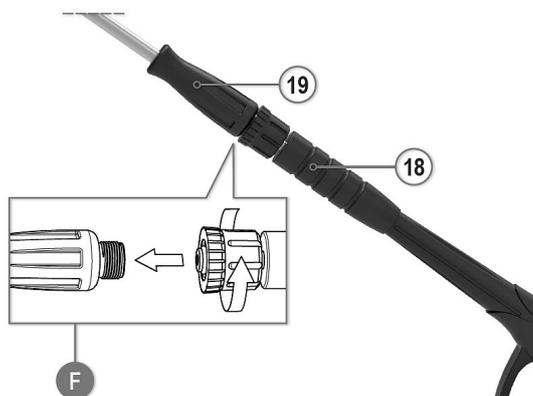

Abb. 14: Vorbereitung für den Betrieb Teil 4
Schritt 11: Bringen Sie den Geräteschalter (1) auf die Position "0" und schließen Sie das Strahlrohr (19, Abb.14) an die Handspritzpistole (18, Abb.14) an; ziehen sie Sie bis zum Anschlag fest. Bedienablauf F von Abb. 14
- den Stab (33, Abb.15) aus dem Strahler (32, Abb.14) entfernen;